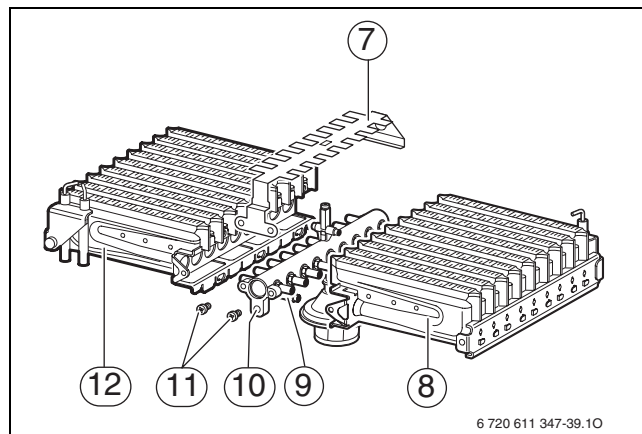

Рис. 44
- ▶ Видалити гвинти (11) (→ рис. 44).
- ▶ Зніміть міст (7).
- ▶ Зніміть гвинти на точках кріплення (9). Зніміть ліву та праву частину пальника (12 та 8) із штуцера (10).